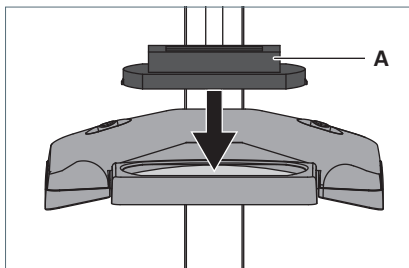

Fig. 3: Lupenabdeckung montieren.
- Drücken Sie die Lupenabdeckung **A** von oben auf die Lupe, siehe Fig. 3. Die Lupenabdeckung rastet in den Leuchtenkopf ein.